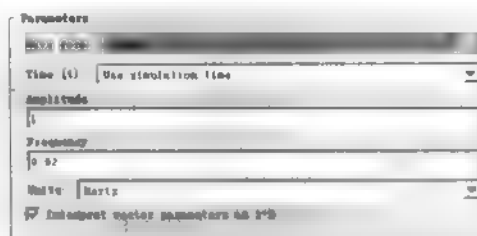

图 11.13 Signal Generator 模块参数对话框设置
- 双击 Signal Generator 模块，弹出参数对话框，在 Wave form 下拉列表框中选择 `square` 选项，Amplitude 为 1，Frequency 为 0.02，Units 为 Hertz，如图 11.13 所示。